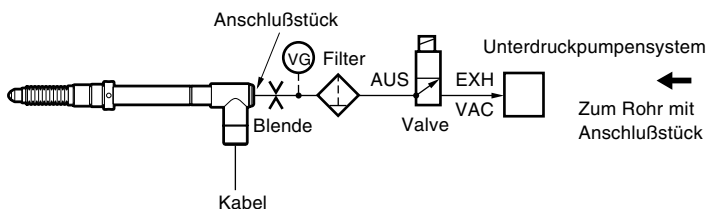
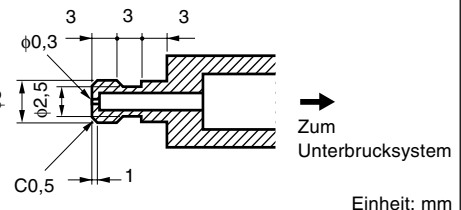

Abb. 1 Druckluftsystem
Abb. 2 Maße der Blende
- Für den Betrieb des Meßgeräts DG805FL, 810FL, mit einer Unterdruckpumpe ist das Druckluftsystem entsprechend Abb.1 anzuordnen. Der optimale Druck liegt bei 40 bis 66,7 kPa. Darüber hinaus ist eine Blende (siehe Abb. 2) am vom Druckluftheberanschluß kommenden Rohr anzubringen, um die Luftansaug- und ausstoßgeschwindigkeit zu steuern. Der Meßfühler wird beim Luftausstoß zur Unterdruckpumpe gehoben.